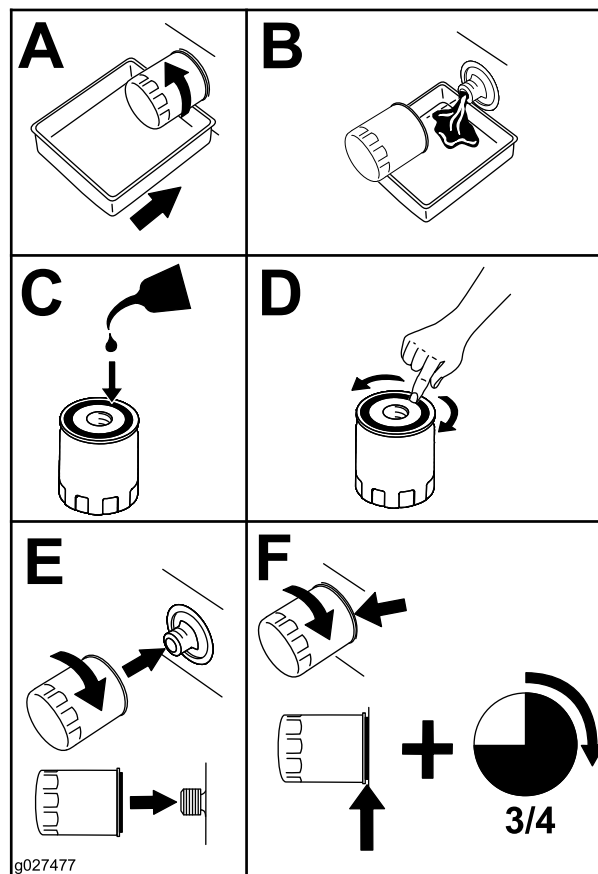

Рисунок 35
4. Замените масляный фильтр (Рисунок 35).